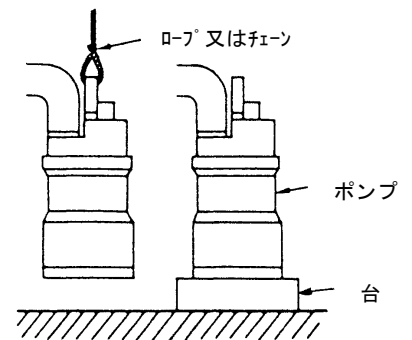

図 2
- (1) 運搬ならびに据付時はケーブルを絶対に引っ張らないでください。取手又は、取手にロープを取りつけて行ってください。
- (2) ポンプはなるべく立置でご使用ください。土砂の流入が多い場合や、ストレーナが埋没するような土砂の場合は、ポンプを強固なロープ又は、チェーンで吊るすか台の上にポンプを置いてください(図 2)
- (3) 土砂の多い場所で連続湯水運転を行いますと、ポンプが短期間に摩耗することがあります。水の集まりやすい場所を選んでお使いください。
- (4) 配管及び据付時にポンプを壁などにぶつかけたり落とさないようにしてください。
- (5) 配管末端は水中に入れないでください。ポンプを停止したとき逆流します。
- (6) ケーブルは車のタイヤ等で踏まないように設置してください。
- (7) 排水槽はコンクリートのカス、紙、布、ビニール等が残らないよう十分清掃してください。